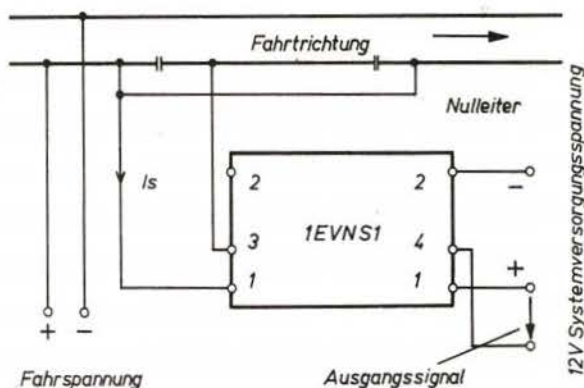
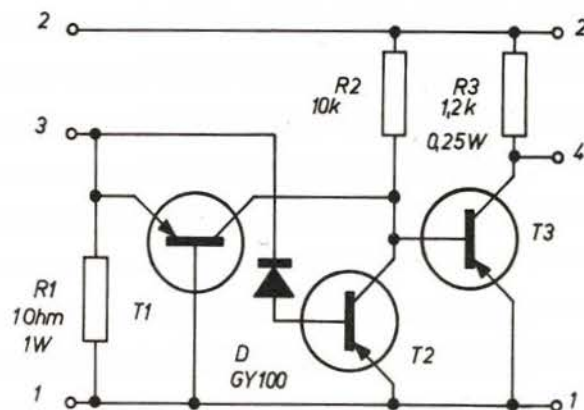

Bild 4
Bild 5
Stromabnehmerabstand bei den Triebfahrzeugen, da sonst die Unterbrechung unwirksam wird. Das genaue Schaltbild ist im Bild 5 dargestellt. Den Anschluß an das Gleissystem zeigt Bild 4.
Durchfährt ein Triebfahrzeug den vorgesehenen Gleisabschnitt, so fließt über R 1 ein Schaltstrom  $I_s$ , so daß an R 1 eine Spannung von 100...250 mV anliegt. Dieses Eingangssignal macht T 1 oder T 2 leitend, wodurch die bisher im leitenden Zustand befindliche Emitter-Kollektor-Strecke von T 3 nur noch in geringem Maße leitend bleibt. Dadurch steigt die Spannung zwischen den Punkten 1 und 4 von 1 V im Ruhezustand auf etwa 6 V (ohne Belastung) an. Dieser ansteigende Ausgangssignalpegel bewirkt ein Schalten der nachfolgenden Baugruppen. Dieser Eingangssignalverstärker wirkt in beiden Fahrtrichtungen! Soll die Baugruppe jeweils nur in einer Richtung wirksam sein, so sind folgende Veränderungen erforderlich: Wird die im Bild 4 angegebene Fahrtrichtung als Schaltrichtung gebraucht, so ist T 1 einfach wegzulassen. Im entgegengesetzten Falle werden D und T 2 weggelassen, wobei die übrige Schaltung unverändert bleibt. R 1 wurde so bemessen, daß einerseits die Triebfahrzeuge auch bei ihren geringsten Fahrgeschwindigkeiten nicht auf dem Schaltabschnitt stehen bleiben und andererseits der Eingangssignalverstärker bei dieser geringsten Ge-
**Bild 4:** Wie bereits zu Bild 2 gesagt, dienen auch die Kilo- und Hektometersteine (L 13 oder L 31) zur belebenden Gestaltung besonders frei verlegter Streckenabschnitte auf der Modellbahn-Anlage. Die Gesamthöhe des Steines mit Sockel beträgt beim Modell 13 mm.